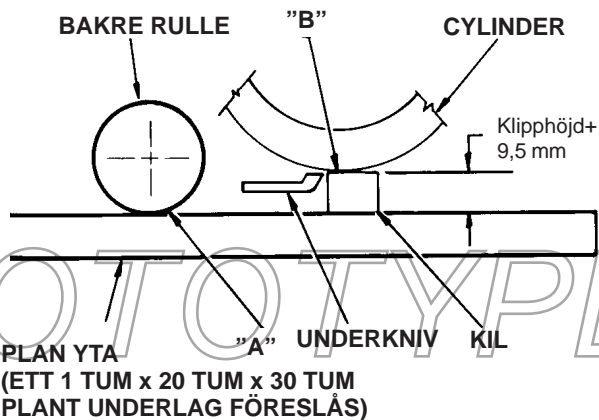

Fig. 16
2. Sätt fast en kil som 70 cm lång (fig. 16) och cirka 9,5 mm tjockare än önskad klipphöjd under cylindern och mot underknivens skäregg (fig. 16). Cylindern (men inte underkniven) måste ha kontakt med kilen längs hela dess längd.
5. Sätt i en kil som är (fig. 16) 70 cm lång med en tjocklek som motsvarar önskad klipphöjd, under hela cylinderns längd, bredvid underkniven.